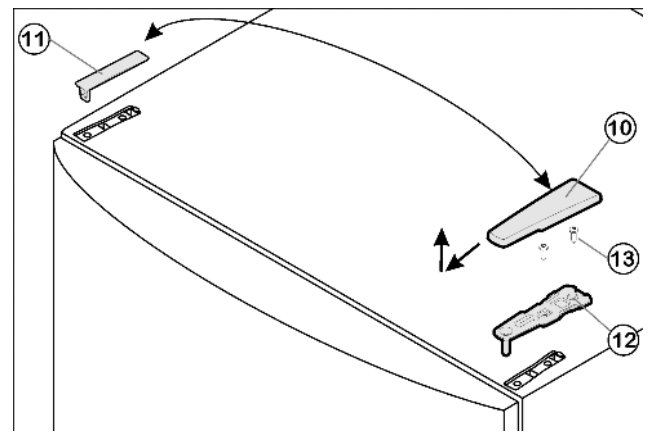

Fig. 4
- Trageți capacul Fig. 4 (10) în față și în sus.
- Ridicați capacul Fig. 4 (11).
- Deșurubați suportul de lagăr superior Fig. 4 (12) (2 șuruburi Torx® 25 Fig. 4 (13) și trageți-l în sus.
- ▶ Introduceți în ușă suportul de lagăr superior Fig. 4 (12), pe noua latură a balamalei.
- ▶ Înșurubați **strâns (cu 4 Nm)** suportul de lagăr superior Fig. 4 (12) (2 șuruburi Torx® 25) Fig. 4 (13). Eventual punctați în prealabil găurile de înșurubare sau utilizați o șurubelniță cu acumulator.
- ▶ Cuplați capacul Fig. 4 (10) și capacul Fig. 4 (11), fiecare pe partea opusă.